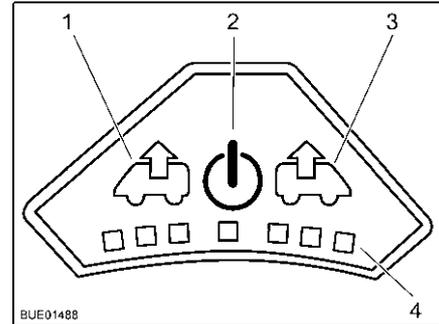

Bild 101 Bedienfeld des Ventilators
Einschalten: ■ Taste Ein/Aus (Bild 101,2) drücken. Der Ventilator läuft im Komfortmodus (Entlüften mit niedrigster Ventilatordrehzahl).
Entlüften: ■ Um die Ventilatordrehzahl zu erhöhen: Taste Entlüften (Bild 101,1) drücken. Die Ventilatordrehzahl in Entlüftungsrichtung nimmt um eine Stufe zu. LEDs (Bild 101,4) zeigen die Schaltstufen an.
■ Um die Ventilatordrehzahl zu verringern: Taste Belüften (Bild 101,3) drücken. Die Ventilatordrehzahl nimmt um eine Stufe ab.
Belüften: ■ Um die Ventilatordrehzahl zu erhöhen: Taste Belüften (Bild 101,3) drücken. Die Ventilatordrehzahl in Belüftungsrichtung nimmt um eine Stufe zu. LEDs (Bild 101,4) zeigen die Schaltstufen an.
■ Um die Ventilatordrehzahl zu verringern: Taste Entlüften (Bild 101,1) drücken. Die Ventilatordrehzahl nimmt um eine Stufe ab.
- Taste Ein/Aus (Bild 101,2) drücken. Der Ventilator stoppt, die LEDs erlöschen.